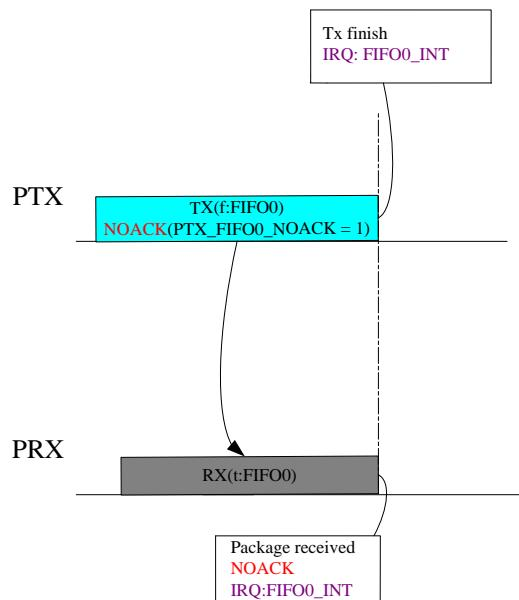

图 10-12 ACK 使能情况下 NOACK 功能中断示意图
- ◆ 在 ACK 功能使能时，通过配置 PTX_FIFO0_NOACK 控制位可告知 PRX 当前发送帧无需回复 ACK 帧（详见图 10-12）。
图 10-12 所示为收发 ACK 使能时, 若设置 PTX_FIFO0_NOACK 为'1', PTX 在发送数据包完成后中断标志位 FIFO0_INT 将置'1', PRX 在接收数据包完成后中断标志位 FIFO0_INT 将置'1'。与 ACK 不使能情况类似, 接收端在响应中断时需检查 PRX_PHR_ERR 与 PRX_CRC_ERR 指示位判断所收取包 PHR 与 PSDU 是否正确。